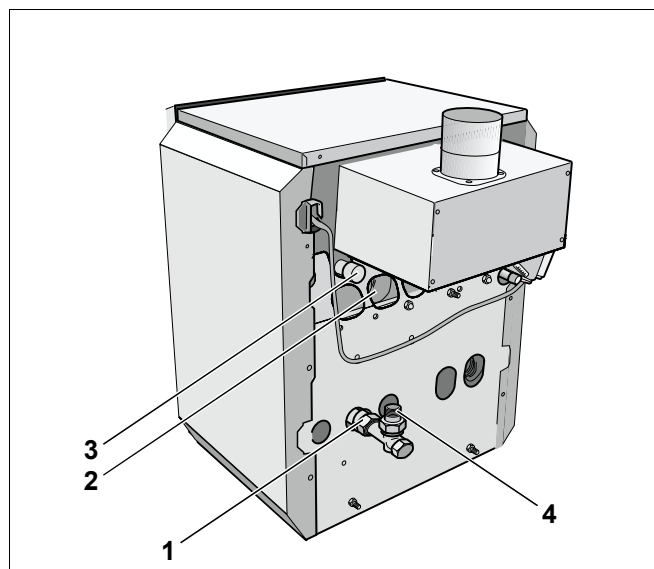

Рис. 10 Подключения Logano G124 WS
- Обратную линию системы отопления всегда подключать к переходнику с G 1¼ на R 1 (рис. 10, поз. 4).
- Подключить подающую линию системы отопления к патрубку на отопительном котле VK (рис. 10, поз. 3).
- Подключить подающую линию бака-водонагревателя к VS (рис. 10, поз. 2).